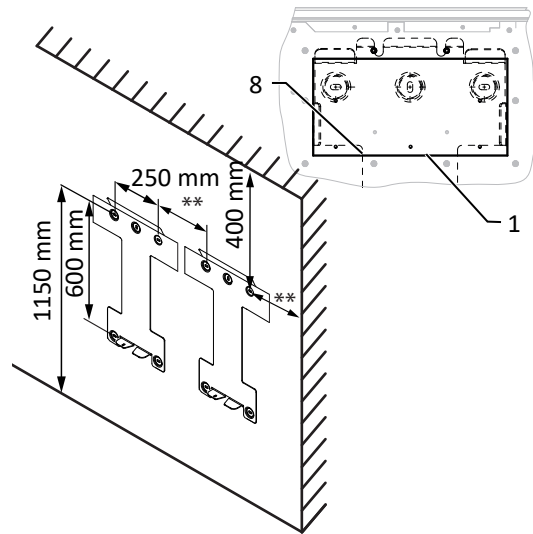

Abb. 14: Wandmontage
- Mindestabstände bei der Montage: [Siehe Abbildung 14 [► Seite 21]
2. Gerät über die Gehäuseaussparung auf der Geräterückseite in die Halterung einhängen ([Siehe Abbildung 14 [▶ Seite 21]]).